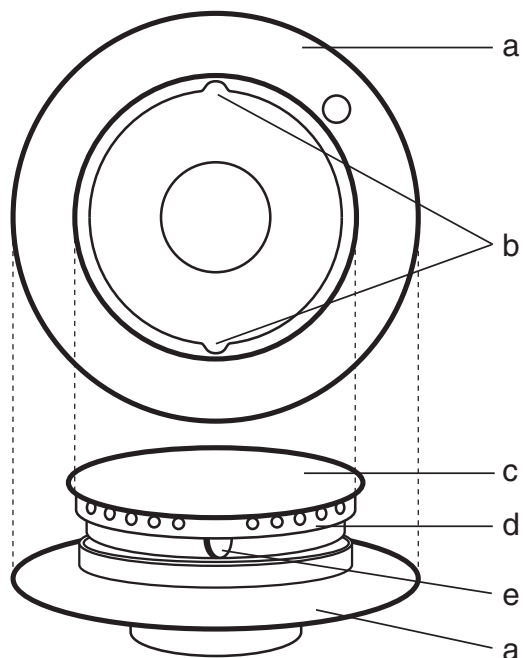

Fig. 1
**BELANGRIJK:** het is erg belangrijk de messing vlamverdeler (d, fig. 1) goed te plaatsen. U moet ervoor zorgen dat de tand (e, fig. 1) van de vlamverdeler precies in de inkeping (b, fig. 1) van de aluminium kom (a, fig. 1) valt. Om de vlamverdelerdeksels (c) altijd als nieuw te houden adviseren wij u deze eraf te halen als u de brander aansteekt.
**IMPORTANTE:** é muito importante posicionar correctamente o espalhador em latão (d, fig. 1). Para isso, faça com que o dente (e, fig. 1) do espalhador coincida com a fenda (b, fig. 1) da taça em alumínio (a, fig. 1). Para manter como novas as coberturas dos espalhadores (e), aconselhamos a retirá-las antes de acender a chama.
**VIGTIGT!** Det er meget vigtigt, at blusfordeleren af messing er korrekt anbragt (d, fig. 1). Blusfordelerens tap (e, fig. 1) skal derfor gaa i indgreb med hullet (h, fig. 1) i aluminiumskoppen (a, fig. 1). Blusfordelerens dæksler (c) bibeholdes som nye i mange år, hvis de aftages, inden bluset tændes.
**VIKTIGT:** det är mycket viktigt att korrekt ställa in lågans fördelare av mässing (d, fig. 1). Gör så att lågans fördelartand (e, fig. 1) sammanfaller med hålet (h, fig. 1) i aluminiumkoppen (a, fig. 1). För att lågans fördelarskydd (c) alltid ska vara som nya, rekommenderas det att ta bort dem innan lågan tänds.
**ΣΗΜΑΝΤΙΚΗ ΠΑΡΑΤΗΡΗΣΗ:** Τοποθετήστε στη σωστή του θέση το ορειχάλικο (μπρούντζινο) φλόγιτρο (d, Fig.1). Για να έρθει στη σωστή του θέση πρέπει να φέρετε την προεξοχή (e, Fig.1) να μπει στην υποδοχή (b, Fig.1) που υπάρχει πάνω στην αλουμινένια έδρα (τασάκι) (a, Fig.1). Για να παραμένουν τα καλύμματα των φλογίστρων (c) πάντοτε καθαρά, σαν καινούργια, σας συνιστούμε να τα βγάζετε προτού ανάψετε τη φλόγα.